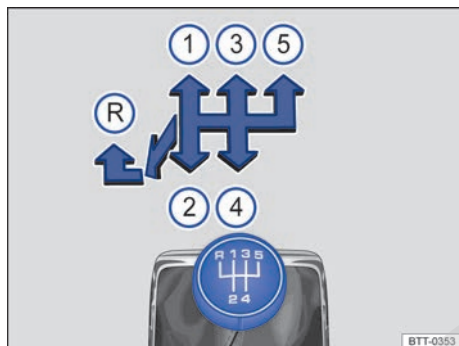

Fig. 86 Esquema de la transmisión manual de 5 marchas.
Las posiciones de cada marcha están representadas en la palanca de cambios → fig. 86.
- Empujar la palanca de cambios totalmente hacia la izquierda y después hacia adelante hasta la posición de la marcha atrás → fig. 86 (R).